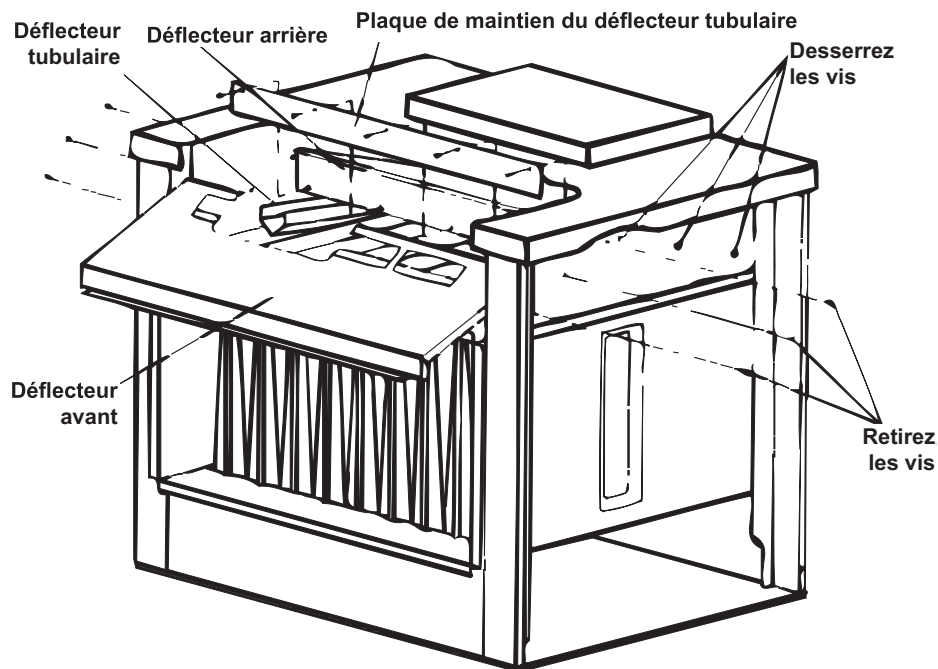

Figure 26. Dépose des déflecteurs en V de l'échangeur thermique
- b. Dépose des déflecteurs en V de l'échangeur thermique (voir Figure 26):
- (1) Enlever les extrémités de la boîte de collecte des gaz de combustion.
- (2) Du côté commande de la fournaise, déposer le ventilateur de tirage et le conduit de sortie de gaz de combustion pour avoir accès aux extrémités de la boîte de collecte de gaz.
- (3) Pour les tailles d'unité 125–300 (modèle RP), retirer l'une des cornières de fixation de déflecteur de tube sur chaque paroi intérieure de la boîte de collecte. Chaque cornière de déflecteur de tube est munie d'une vis.
- (4) Pour la taille d'unité 400 (modèle RP), ôter le déflecteur intérieur de la boîte de collecte de gaz de combustion. Du côté commande, aligner le déflecteur intérieur sur la fente dans le bord de la boîte de collecte. Tirer sur ce déflecteur intérieur pour le dégager de l'échangeur de chaleur. Ôter la vis à chaque extrémité et sortir le déflecteur de gaz de combustion de la fournaise en le faisant glisser.
- (5) Retirer les déflecteurs en V de l'échangeur de chaleur.